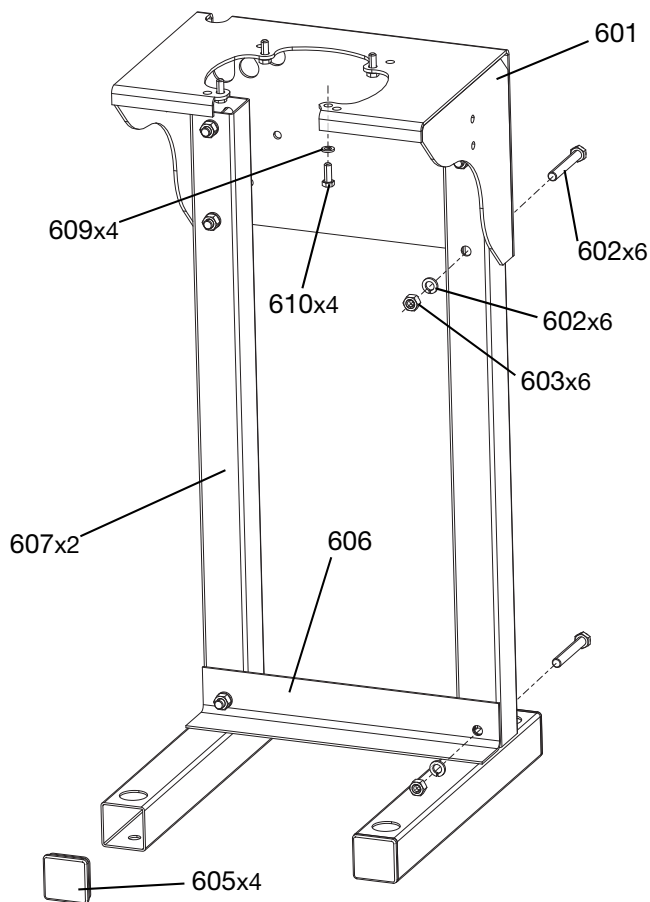

Fig. 27: Supporto pompa
1. Assemblare il supporto come mostrato in **Fig. 27**.